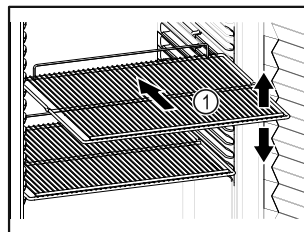

Fig. 56 Przykładowa prezentacja
- Jeśli ruszty do składowania Fig. 56 (1) są ruchome, należy je ustawić odpowiednio do wysokości.